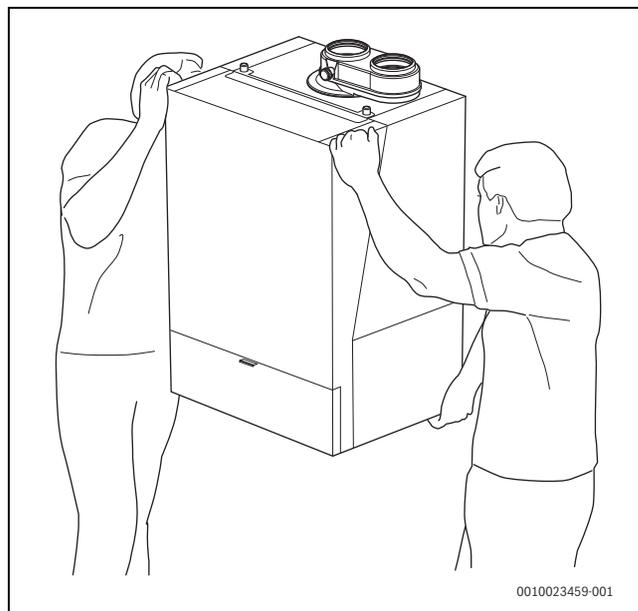

Fig. 12 Sollevamento e trasporto dell'apparecchio eseguito in modo corretto
- Afferrare l'apparecchio solamente dai lati e non dal pannello di comando o dal raccordo gas combusti (→ fig. 12).